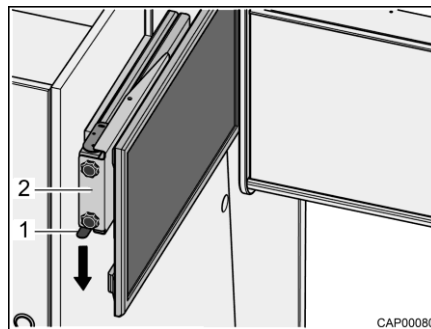

Bild 67 Auszug mit Flachbildschirm
- Rastfeder (Bild 67,1) nach unten drücken und Auszug (Bild 67,2) mit Flachbildschirm waagrecht in Richtung Fahrzeugmitte herausziehen.
- Auszug (Bild 67,2) mit Flachbildschirm waagrecht bis zum Anschlag hineinschieben. Die Rastfeder (Bild 67,1) rastet hörbar ein.